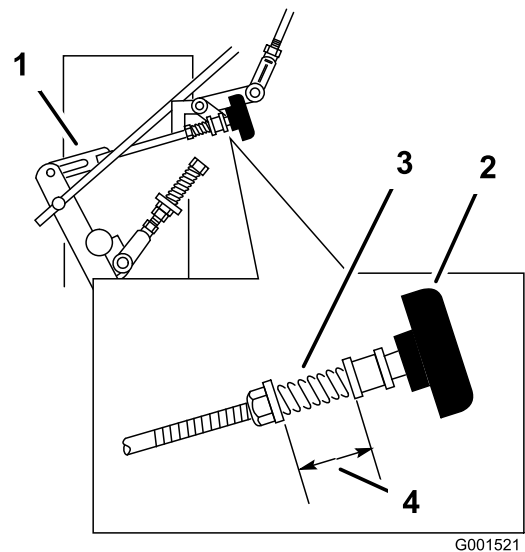

Figura 35
3. Ajuste el acoplamiento derecho girando el pomo de ajuste rápido en sentido antihorario hasta que la rueda empiece a girar hacia adelante (Figura 35).
4. Gire el pomo en sentido horario, $\frac{1}{4}$ de vuelta la vez. Luego mueva la palanca de control de velocidad a la posición de HACIA ADELANTE y otra vez a la posición de PUNTO MUERTO. Repita esto hasta que la rueda derecha deje de girar hacia adelante (Figura 35).
6. Normalmente no es necesario ajustar el muelle que mantiene la tensión del pomo; no obstante, si es necesario ajustarlo, ajuste la distancia entre las arandelas del muelle a 26 mm (1") (Figura 35).
7. Ajuste la longitud del muelle girando la tuerca de ajuste situada delante del muelle (Figura 35).